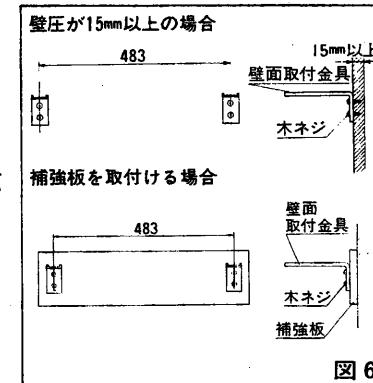

図6
1. (図6)のように壁面取付金具を付属の木ネジで取付けてください。